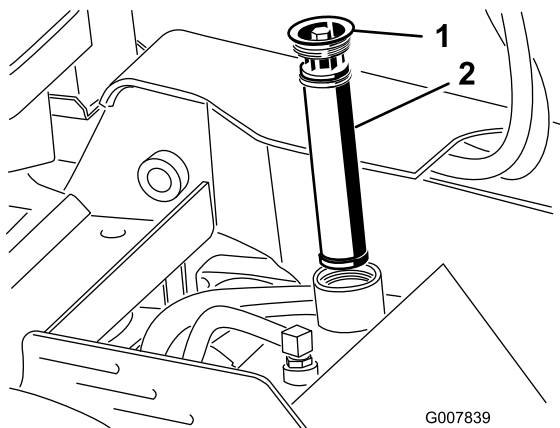

Figura 19
- Limpie la zona alrededor del cuello de llenado del depósito de aceite hidráulico, y retire el tapón y el filtro del cuello de llenado usando una llave de tubo (Figura 19).